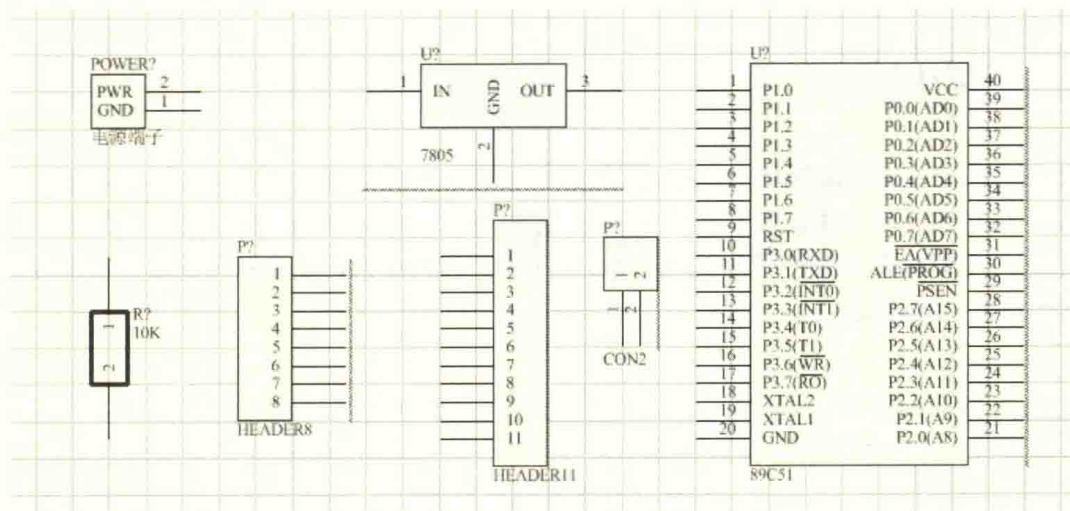

图 4-117 放置所有元件
(4) 重复第 (2)、(3) 步，放置其他元件，如图 4-117 所示，把所有需要放置的元件都放置到原理图中来。